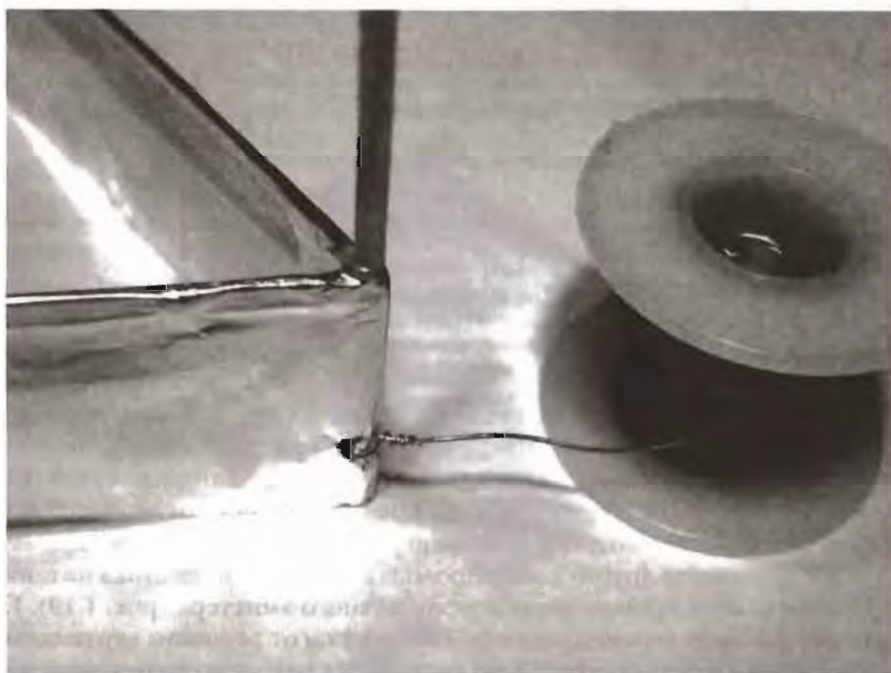

**Рис. 1.16.** Приклеивание алюминиевой полосы к каркасу
6. Оберните фольгу вокруг каркаса (рис. 1.16). Нанесите клей на деревянную полосу длиной 20 см и прижимайте, пока фольга не приклеится. Обратите внимание (это видно на рисунке), что фольга приклеивается на уровне нижнего конца опоры. Затем нанесите клей на следующую опору, поверните каркас вдоль фольги и приклейте ее, затем последнюю. Лишнюю фольгу срежьте, чтобы после приклеивания над горизонтальными опорами остался 1 см фольги, что уменьшит утечку ионов.